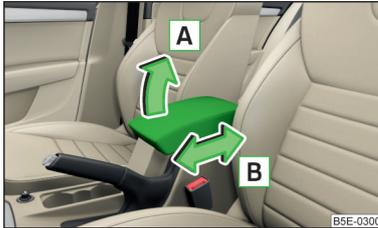

Abb. 76
› Abb. 76 in eine der 4 Raststellungen heben.
- › Die Armlehne in Pfeilrichtung **B** › Abb. 76 in die gewünschte Position verschieben.